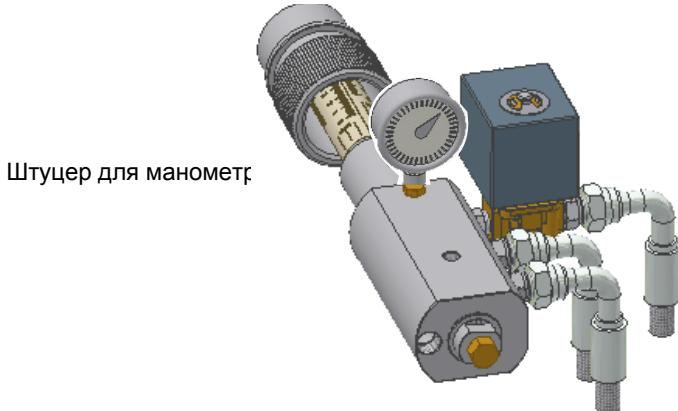

Рис. 17
- Давление питания форсунки уже отрегулировано заранее на заводе-изготовителе и не должно изменяться. Только в случае необходимости, отрегулировать давление питания (см. соответствующий параграф) следующим образом: установить манометр в положение, указанное на Рис. 17, воздействовать на регулировочный винт **VR** насоса (см. Рис. 18) до получения на форсунке давления в 20бар (форсунки Monarch или форсунки Bergonzo - см. на стр.33-34);